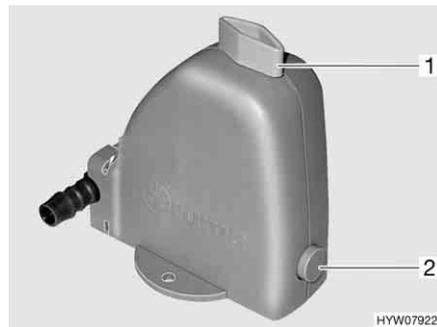

Fig. 210 Valvola di sicurezza/di scarico del boiler
Il boiler è dotato di una valvola di sicurezza/di scarico (Fig. 210). La valvola di sicurezza/di scarico impedisce che l'acqua congeli nel boiler in presenza di basse temperature esterne, quando il riscaldamento dell'autocaravan non è acceso.
- Chiudere la valvola di sicurezza/di scarico. A tal fine ruotare la manopola (Fig. 210,1) verticalmente rispetto alla valvola di sicurezza/di scarico e premere verso l'interno il bottone automatico (Fig. 210,2).
- Aprire la valvola di sicurezza/di scarico. A tal fine ruotare la manopola (Fig. 210,1) nel senso della lunghezza della valvola di sicurezza/di scarico. Il bottone automatico (Fig. 210,2) scatta all'infuori. Il boiler viene svuotato verso l'esterno tramite la valvola di sicurezza/di scarico.